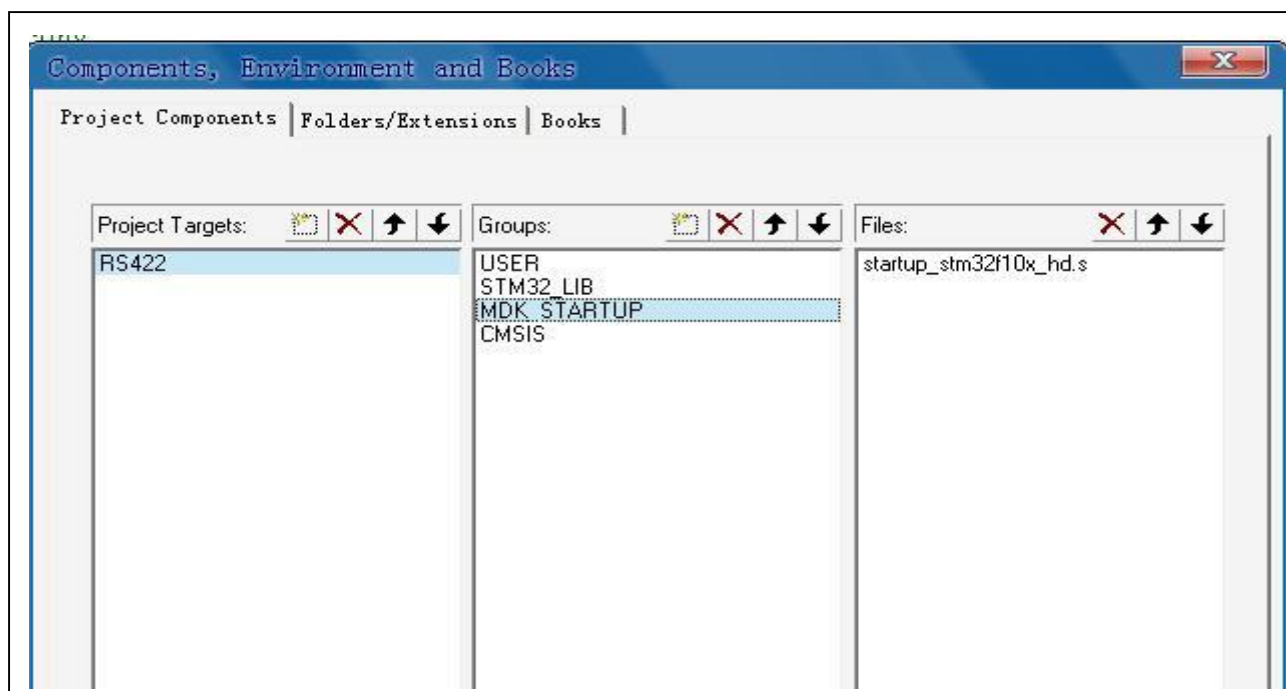

图 8
4.5 在“MDK_STARTUP”条目的“Files”栏中添加目录“V1” è “Libraries” è “CMSIS” è “CMB” è “DeviceSupport” è “ST” è “STMB2F10x” è “startup” è “arm”（我的神啊：ST的目录够深的）下的“startup_stm3210x_hd.s”这个文件（见图8），因为我选用的CPU是“STMB2103ZE”是高容量FLASH的CPU所以选择这个文件。